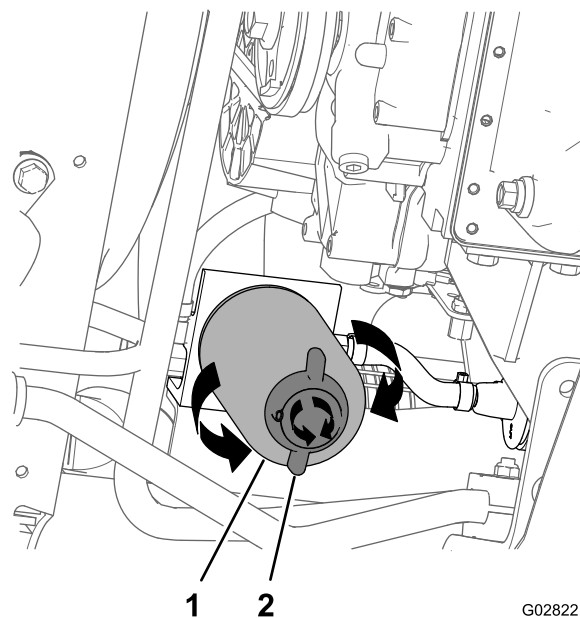

Figura 76
4. Allineate una bacinella di spurgo sotto il filtro del carburante; fate riferimento a Figura 76 nella sezione Sostituzione del filtro del separatore di condensa \(pagina 62\).
2. Posizionate una bacinella di spurgo sotto il filtro del separatore di condensa (Figura 76).
- Ruotate la valvola di spurgo nella parte inferiore del filtro del separatore di condensa in senso antiorario (Figura 76).
- Pulite l'area attorno al filtro del separatore di condensa e il supporto dell'adattatore del filtro (Figura 76).
- Rimuovete il filtro del separatore di condensa (Figura 76).
- Assicuratevi che la valvola di spurgo nella parte inferiore del filtro del separatore di condensa sia ruotata saldamente in senso orario (Figura 76).